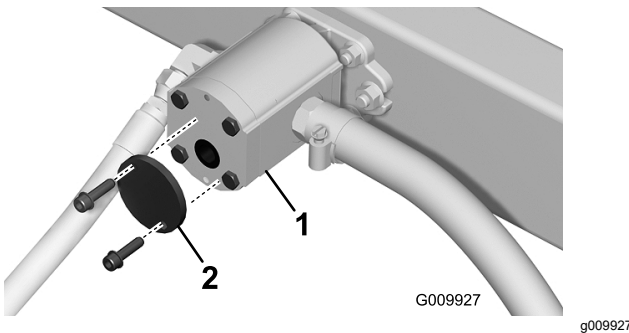

Bild 4
1. Reinigen Sie den Bereich um die Endkappe der Hydraulikpumpe, damit keine Verunreinigungen in die Pumpe gelangen (Bild 4).
2. Nehmen Sie die zwei Schrauben ab, mit denen die Endkappe an der Hydraulikpumpe befestigt ist, und nehmen Sie die Endkappe ab (Bild 4).